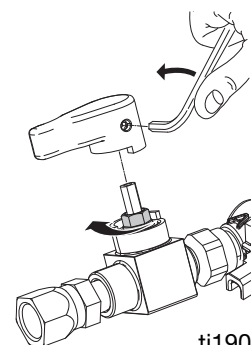

ABB. 10 Packungsmutter des Materialventils
3. Einstellschraube lösen und Griff abnehmen. Siehe **ABB. 10**.